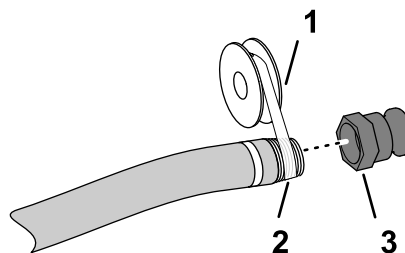

Bild 4
5. Tragen Sie PTFE-Gewindedichtungsmittel auf das Gewinde des Füllschlauch-Anschlusstücks auf (1") (Bild 4).
6. Schrauben Sie die Schnelltrennkupplung auf den Füllschlauch und ziehen sie mit der Hand fest (Bild 4).